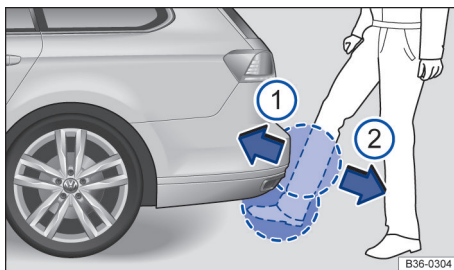

Fig. 80 Tampa do compartimento de bagagem com abertura controlada por sensor (Easy Open). ▶
- Conduzir o pé e a canela com um movimento rápido próximo do para-choque. A canela deve estar na área do sensor superior e o pé na área inferior do sensor → Fig. 80.